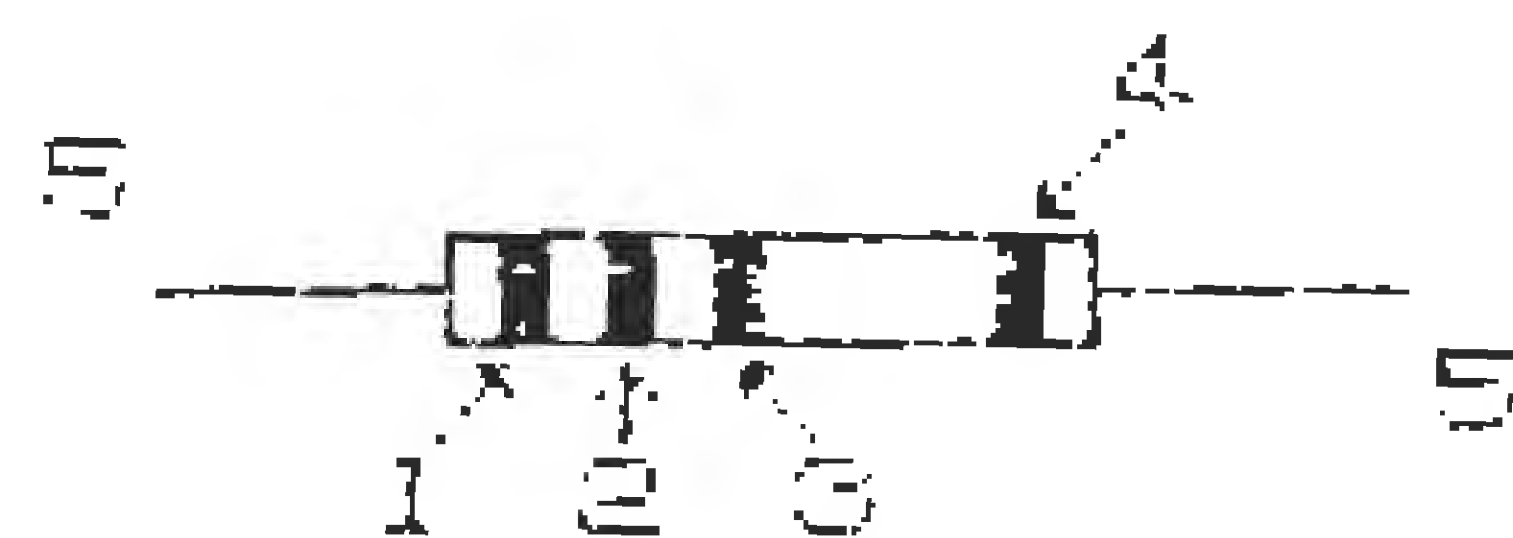

Figura 10/2
A figura 10/2 representa uma resistência clássica de carvão, vendo-se o corpo cilíndrico, as quatro cintas para o código de cores e os arames de ligação (5).